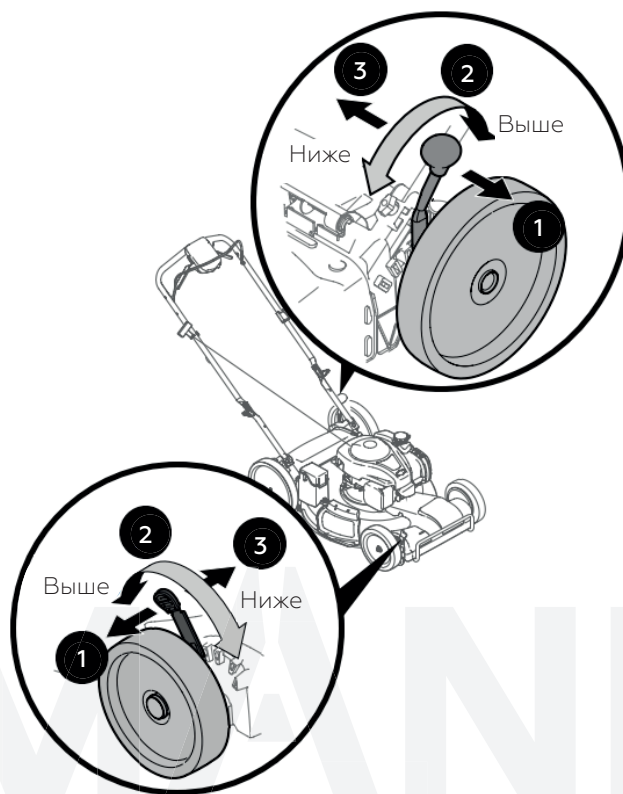

Рис. 17
**ПОМНИТЕ:** передний рычаг регулировки высоты кошения расположен над правым передним колесом. Задний рычаг регулировки высоты кошения расположен над задним левым колесом (рис. 17).